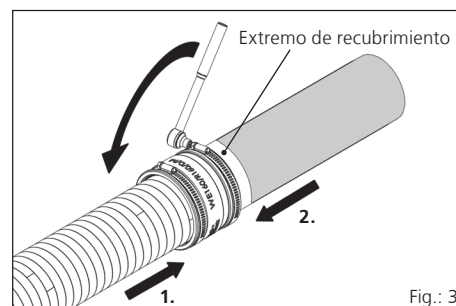

Fig.: 3
- 3** Antes de conectar el manguito y el lado sin recubrimiento de la manga de pared revestida de cemento ZVR, afloje la correa de sujeción y humedezca el interior del manguito con un poco de agua. A continuación, introduzca la manga de pared revestida de cemento con el lado sin recubrimiento hasta el tope (extremo del recubrimiento) con el manguito y apriete con la llave dinamo-métrica según los valores de la **tabla 2** (véase la fig.: 3).